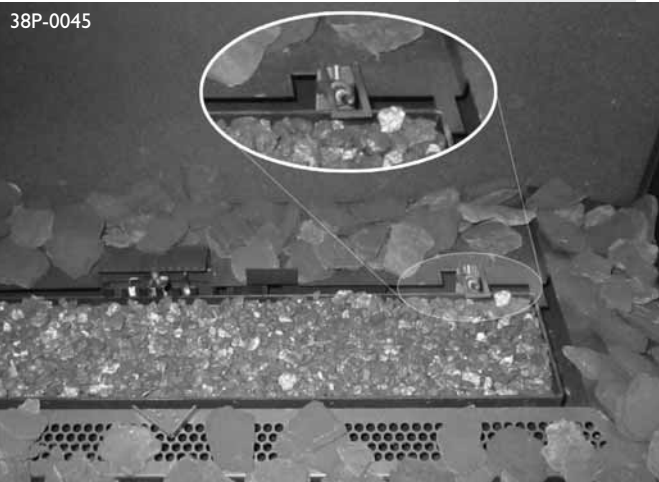

fig. 10a
- Achten Sie darauf dass das Thermoelement 2 sowie auch der Platz darum herum frei bleibt; (siehe Fig. 10a).